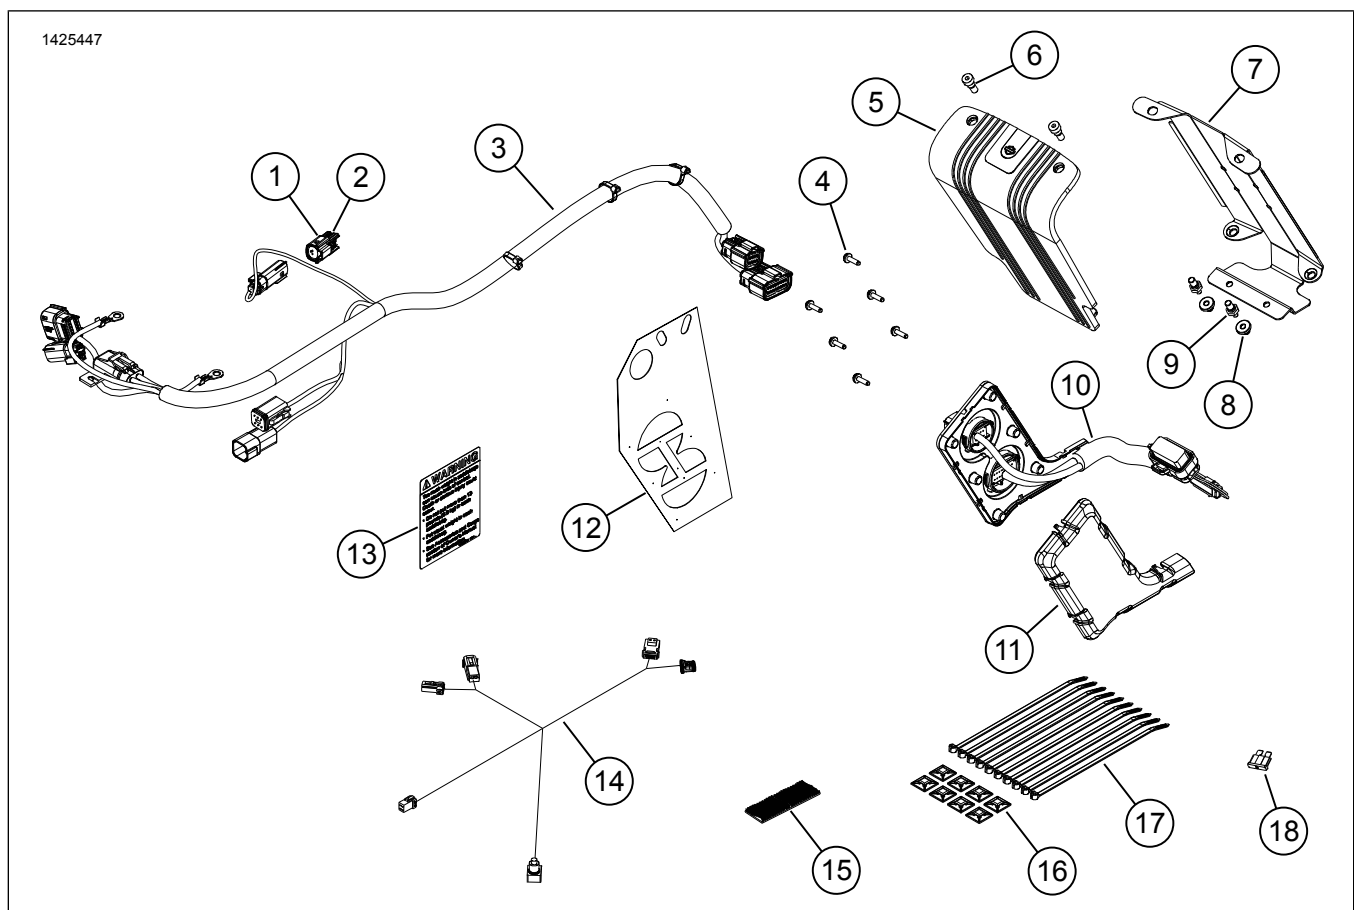

Figura 1. Parti di ricambio: Kit amplificatore primario
3. Vedere la figura 1. Installare l'etichetta con la portata della borsa (13).